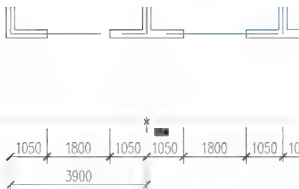

图 3.45 指定第二条尺寸界线原点
② 在指定第二条尺寸界线原点或[放弃(U)/选择(S)] 选择 :提示下,将光标向右拖动,捕捉如图 3.45 所示的位置,以指定第二条尺寸界线原点。